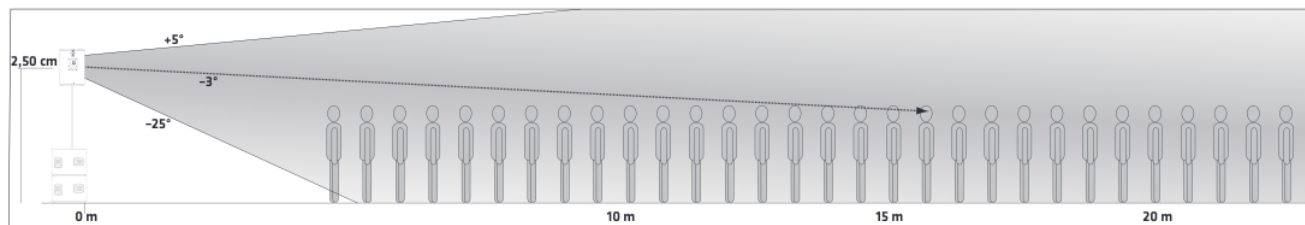
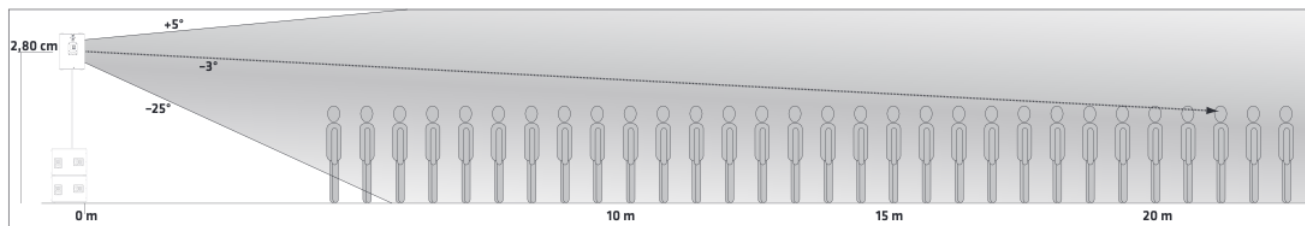

Fig. 3
Fig. 4
- Por tanto, la altura de la caja acústica define el rango. A modo de orientación: Si el centro de la caja acústica está a una altura comprendida entre 2.50 m (fig. 3) y 2.80 m (fig. 4), el eje central llega a los oídos de los oyentes después de 15.50 m - 21 m para una persona de 1.70 m de altura.